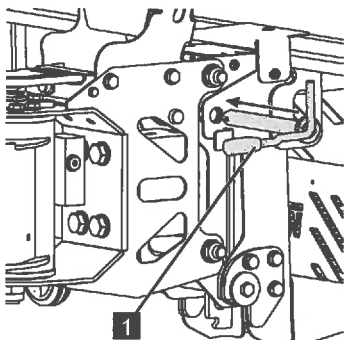

Abb. 158
3. Verriegelungsbolzen (Abb.158/1) einsetzen.